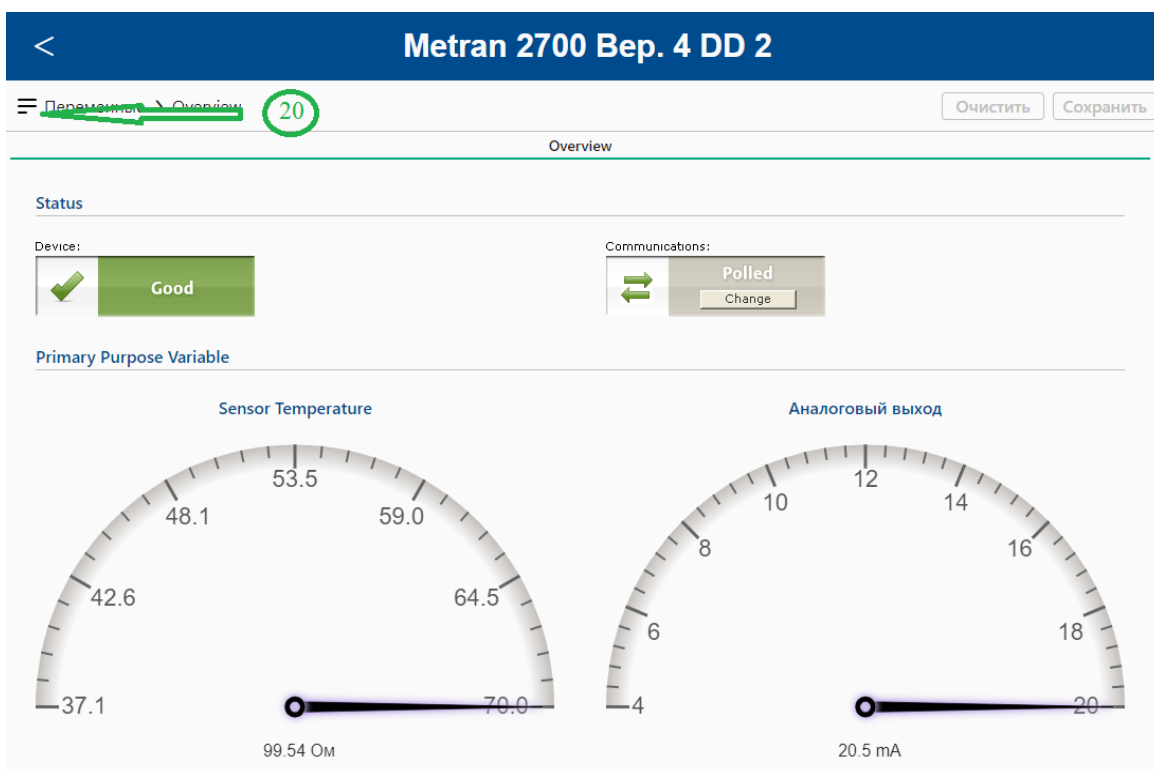

Рис. 15 Элементы конфигурационного окна
20. Кнопка навигационного меню – (рис. 15) (пункт 5.30)